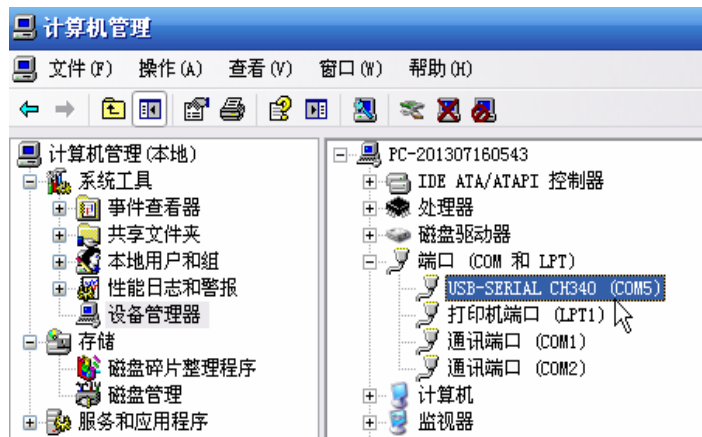

图 3.5 查看 USB-SERIAL CH340 对应的串口号
4. 在右侧的树控件里单击“端口”节点，查找USB-SERIAL CH340 (若没有出现USB-SERIAL CH340，则需要重新插拔一下USB-485)，再查看对应的端口号，如图 3.5所示。